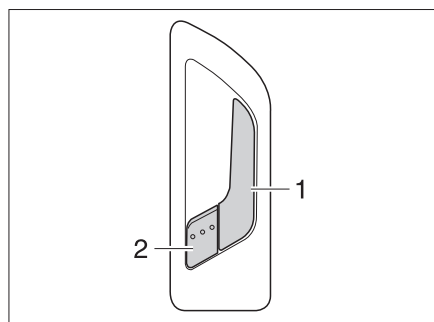

Fig. 25 Serrure de la porte de cellule, à l'intérieur
- Tirer sur la poignée (Fig. 25,1). La serrure de la porte est déverrouillée. Le levier de sécurité (Fig. 25,2) ressort automatiquement.
Verrouiller: ■ Appuyer sur le levier de sécurité (Fig. 25,2).